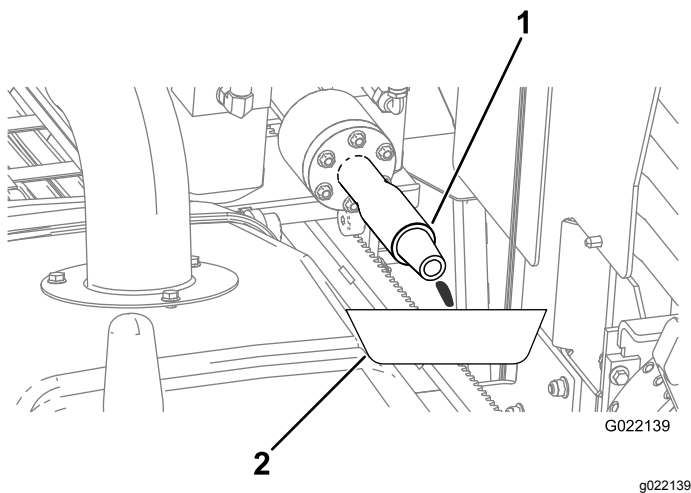

**Bild 127**
- A. Stellen Sie für entweichendes Frostschutzmittel eine Auffangwanne unter die Bohrspindel (Bild 127).
- E. Wenn das Frostschutzmittel aus der Bohrspindel (Bild 127) austritt, schalten Sie die Pumpe ab.